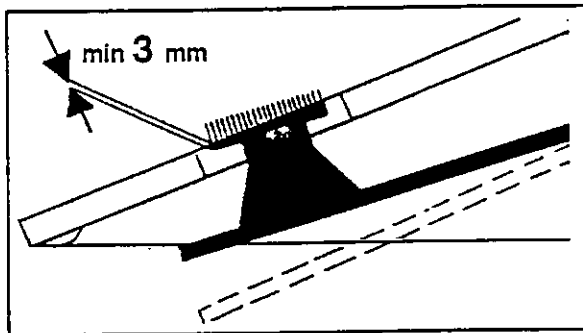

Fig. 4-37
- al rebajarse la cabeza de bulón a 3 mm de su altura p. ej. con un muelle de hoja torcido (Fig. 4-37).